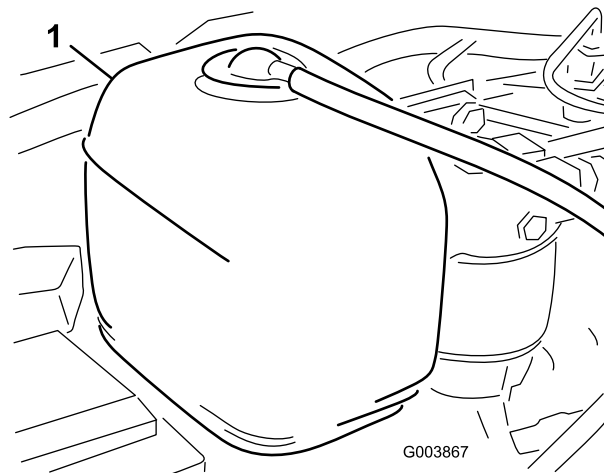

Figura 25
1. Compruebe el nivel de refrigerante en el depósito de expansión (Figura 25).